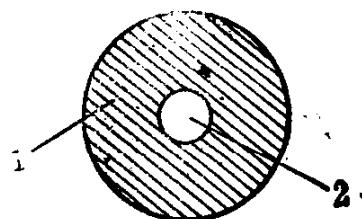

图10 阀 体
(2) 阀体：阀体如图10所示。它的直径应大于吸水管外径20毫米左右。用5~10毫米厚的钢板或塑料板制做。